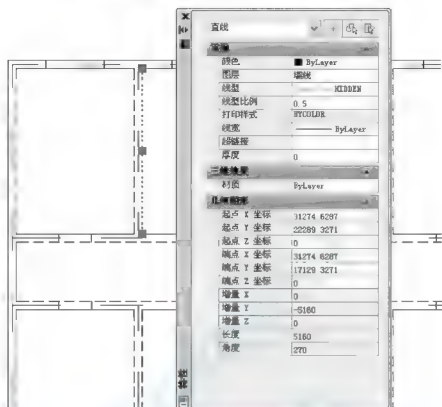

图 5.25 修改线型比例
(3) 修改虚线的线型比例: 取消夹点后, 可以看出虚线的线段太长、不美观。接下来修改虚线的线型比例以改变虚线的显示。
(4) 如图 5.25 所示, 在命令行无命令的状态下选中其中一条虚线, 单击【标准】工具栏上的 图标, 打开【特性】对话框, 将线型比例由“1”改为“0.5”, 然后关闭对话框。可以发现虚线的显示状态随线型比例发生了变化。